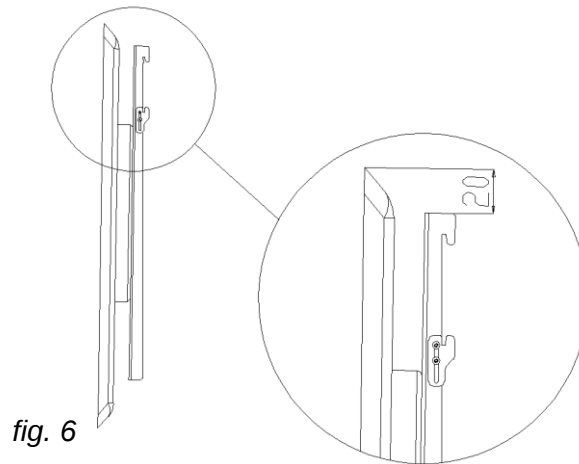

fig. 5a
5. Sluit de lift aan op de controlbox (fig. 5a).